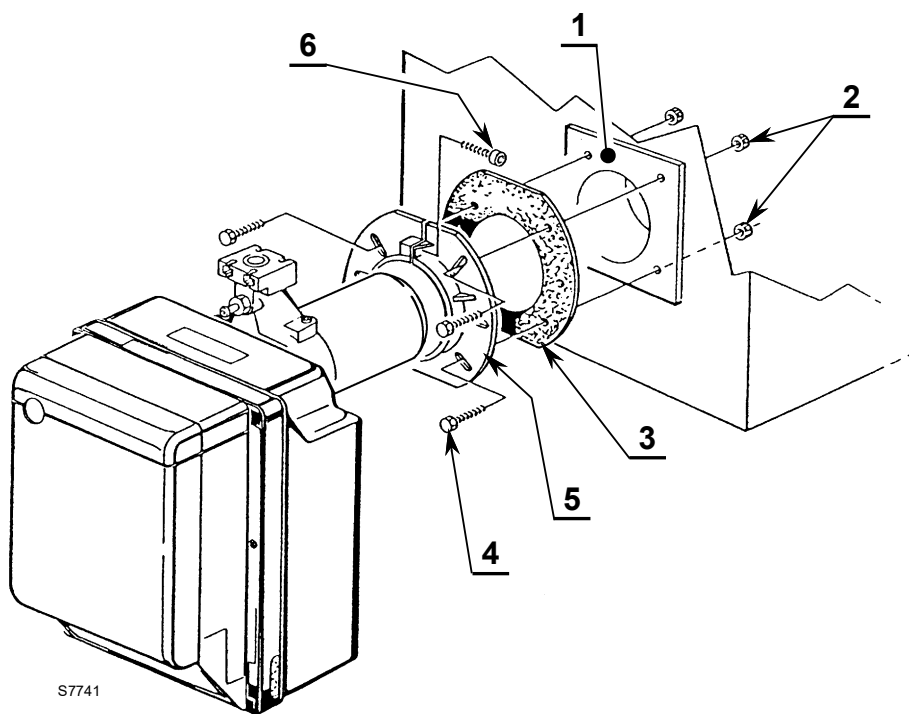

Abb. 10
- Mit den Schrauben 4) und (falls erforderlich) den Muttern 2) den Flansch 5)(Abb. 10) an der Kesseltür 1)(Abb. 10) mit der Isolierdichtung 3) montieren, aber eine der beiden oberen Schrauben 4)(Abb. 10) locker halten.
- Den Flammkopf des Brenners in den Flansch 5)(Abb. 10) einsetzen, den Flansch mit der Schraube 6) festziehen, dann die locker gebliebene Schraube 4)(Abb. 10) festziehen.